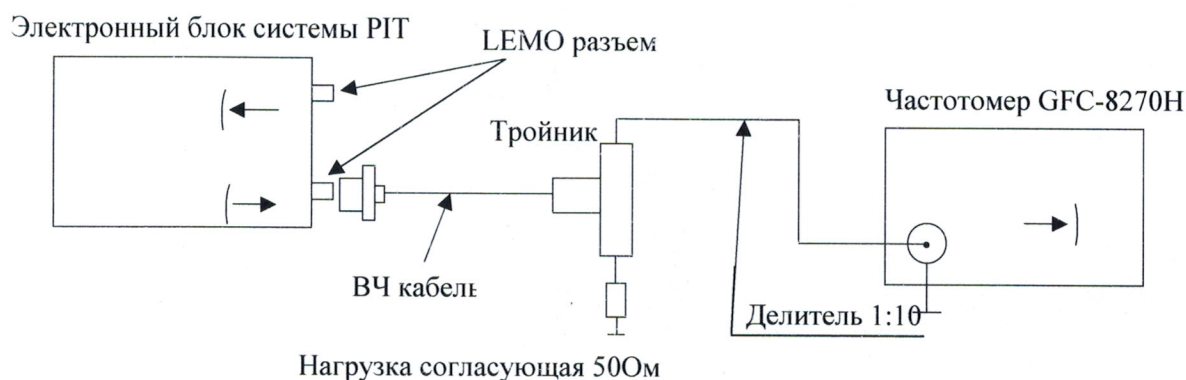

Рис. 4. Схема соединений при проверке частоты следования импульсов возбуждения системы
7.3.2.1. Для проведения проверки частоты следования импульсов возбуждения со- братить схему, приведенную на Рис. 4.
7.3.2.3. Измерить с помощью частотомера частоту следования импульсов возбуждения на выходе генератора системы (Рис. 4).